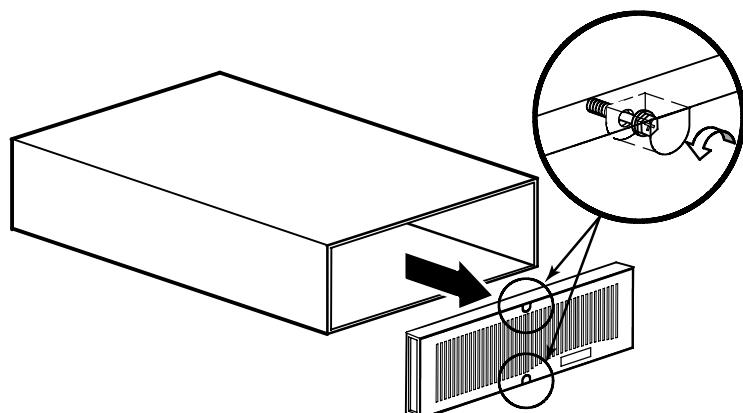

Рисунок 11. Снятие передней крышки EBM
2. Снимите переднюю крышку дополнительного батарейного модуля (см. рис. 11).